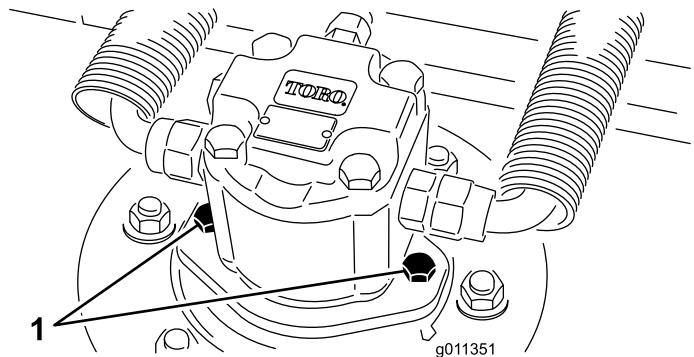

図 81
2. デッキから油圧モータを外す図81。異物がつかないように、スピンドル上部にはカバーを掛けておく。
4. デッキに油圧モータを取り付ける図 81。Oリングを忘れずに、また、損傷させないよう注意して取り付ける。